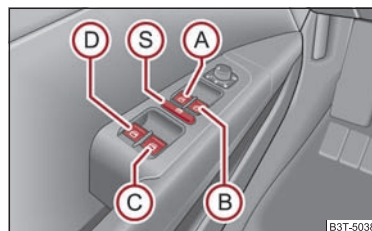
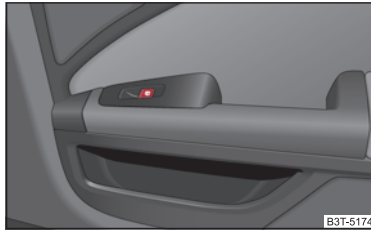

Abb. 39 Tasten in der Fahrertür
Abb. 40 Anordnung des Schalters in einer hinteren Tür
⇒ Seite 54, Abb. 39, Beifahrers und in den hinteren Türen ⇒ Abb. 40.
Sie können durch Drücken des Sicherheitsschalters (S) ⇒ Seite 54, Abb. 39 die Tasten der Fensterheber in den hinteren Türen außer Funktion setzen. Durch wiederholtes Drücken des Sicherheitsschalters (S) sind die Tasten der Fensterheber in den hinteren Türen wieder in Funktion.
- Werden auf den Rücksitzen Kinder befördert, wird empfohlen, die elektrischen Fensterheber der hinteren Türen außer Funktion zu setzen (Sicherheitsschalter) (S) ⇒ Seite 54, Abb. 39.